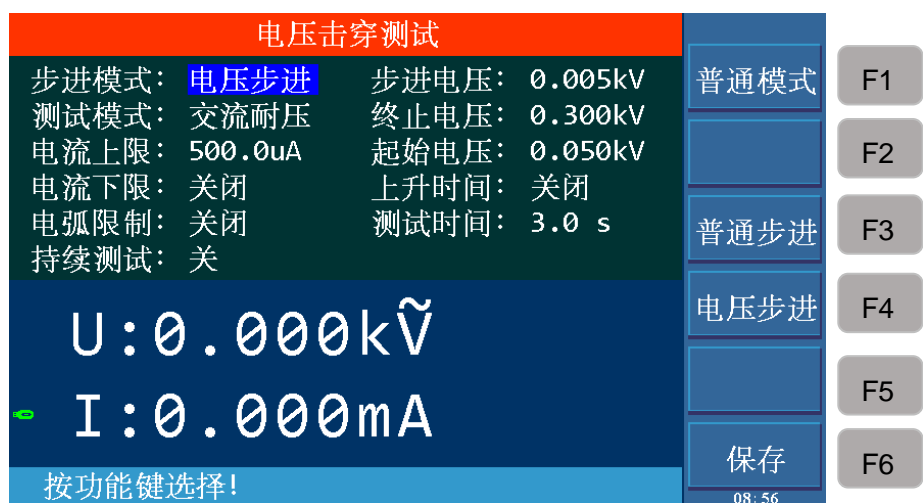

图 4-21
- 2、按下 F1 键，选择击穿模式测试模式，按【TEST】键进入测试界面，如图 4-21 所示。